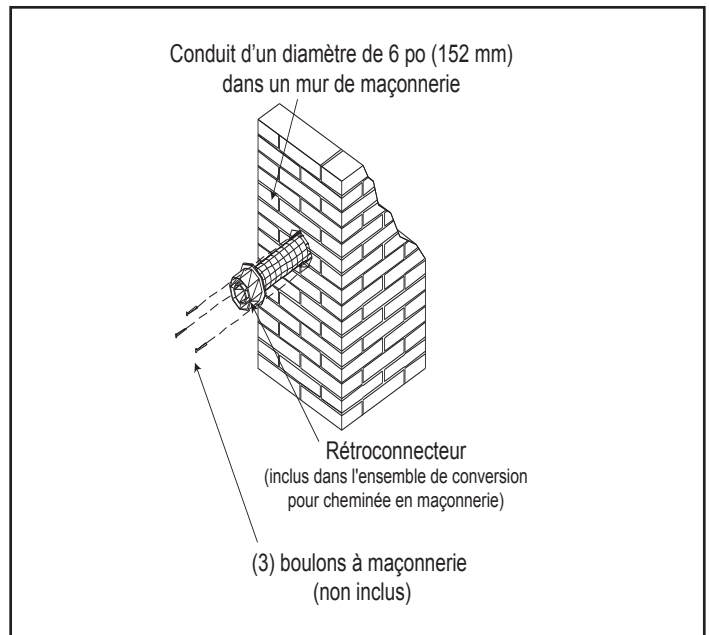

Figure 4.29
- Fixez la chemise flexible au rétroconnecteur. Utilisez trois vis autotaraudeuses pour attacher le doublage flexible au connecteur. Montez le rétroconnecteur sur le mur en maçonnerie en utilisant les boulons. Voir la Figure 4.29. Augmentez le diamètre des trous du connecteur si nécessaire. Assurez-vous que le connecteur est au centre de l'ouverture et que les trous de montage sont alignés avec ceux du mur de maçonnerie.